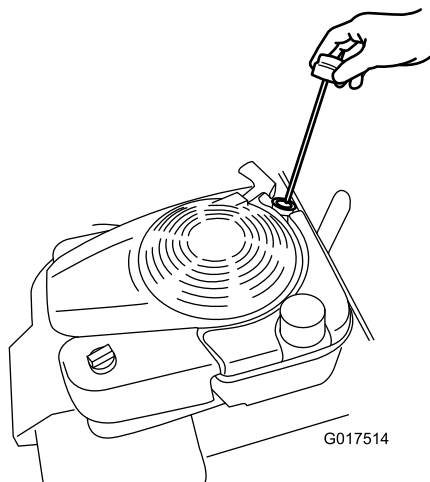

Рисунок 32
8. Извлеките шуп (Рисунок 32) и заполните маслом примерно 3/4 емкости картера через маслозаливную горловину.